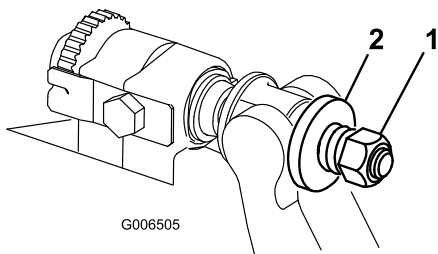

图 33
5. 旋紧弹簧加压螺母直到弹簧完全压紧然后往回松开 1/2 圈 图 33。